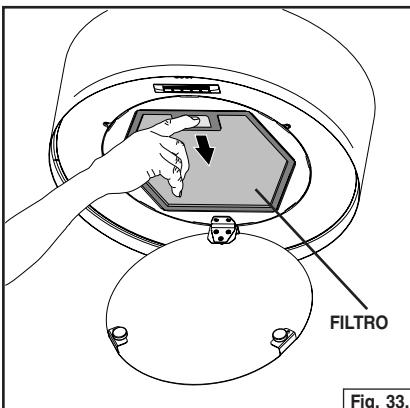

Fig. 33.
- B. Retire el filtro empujando hacia adentro la lengüeta y haciendo girar el filtro hacia abajo. Fig. 33.